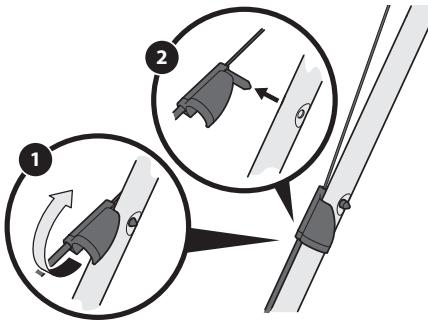

Figure 39
1. Faites tourner le raccord du câble d' entraînement situé sur la poignée supérieure gauche vers le haut. Voir Figure 39.